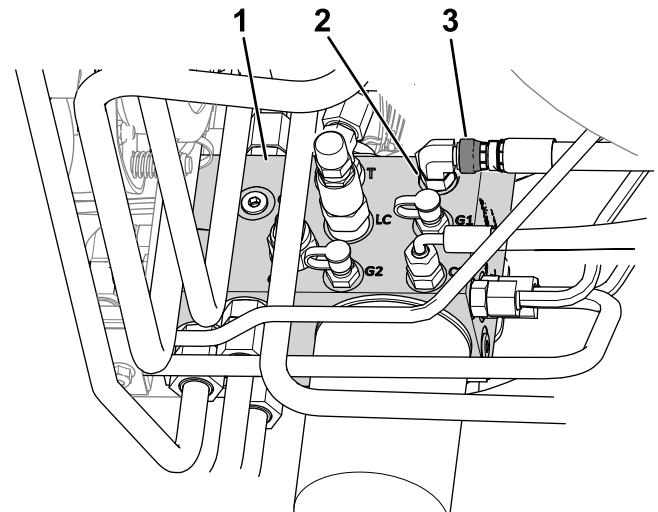

Figure 10
- B. Desserrez l'écrou pivotant du flexible relié à l'orifice C1 du collecteur hydraulique (Figure 10).